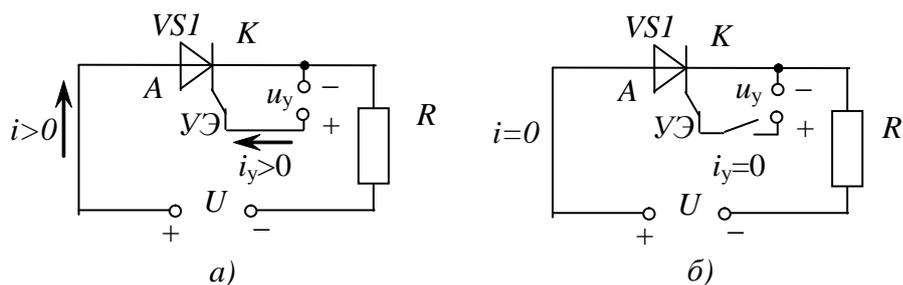

Рис. 2. Два состояния тиристора (а – открыт и б – закрыт)
**Тиристор** является вентиляем управляемым. Кроме анода и катода, он имеет третий вывод (управляющий электрод УЭ на рис. 2). Он также проводит ток только в одном направлении (от анода к катоду). Для его отрывания необходимо выполнить два условия:
- обеспечить протекание в цепи между управляющим электродом и катодом тока управления  $i_y$ , направленного как на рис. 2а.
Для обеспечения протекания тока управления используют дополнительный источник напряжения  $u_y$ . Величина тока управления намного меньше тока между анодом и катодом (то есть силового тока). Если цепь управляющего электрода разомкнуть (как на рис. 2б), ток управления будет отсутствовать, и тиристор не откроется. Графическое обозначение тиристора похоже на обозначение диода, однако имеет третий вывод УЭ. Нумерацию тиристоров на схемах производят с использованием букв  $VS$ . Благодаря наличию управляющего электрода тиристор становится управляемым вентиляем. Он открывается только тогда, когда будет выполнено не только первое условие его открывания, но и второе. Потому ток управления могут подавать не сразу после выполнения первого условия, а несколько позднее. Этот ток подается от специальной системы управления. Далее мы не будем показывать цепь, по которой протекает ток управления.